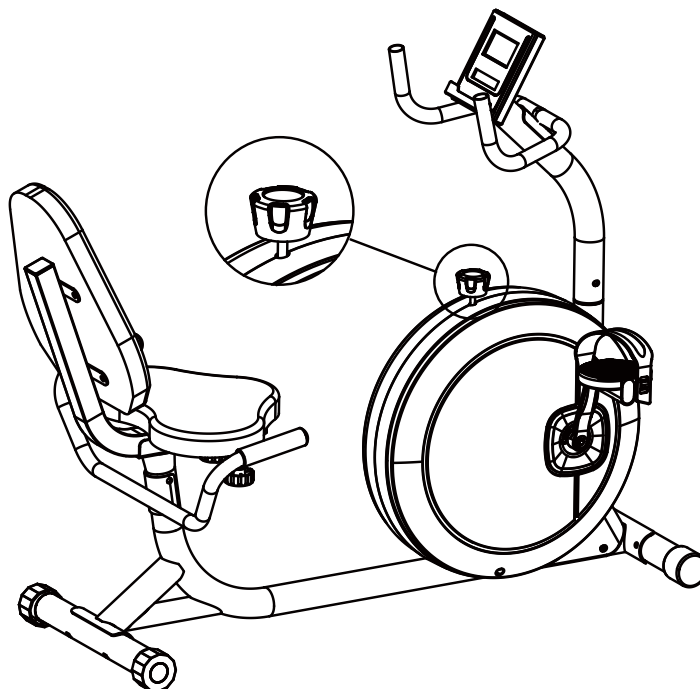

Figura 11
11. La resistenza può essere regolata tramite la manopola del freno numero 8. Come se muestra en la Figura 11.